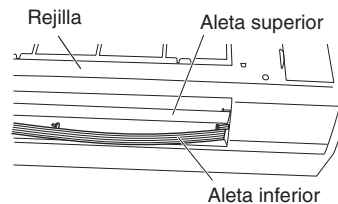

Fig. 3-14
- (5) Quite la aleta inferior desbloqueando los cuatro pasadores de la aleta inferior en orden. (Figs. 3-14 y 3-15) (La aleta es tan flexible que puede quitarse fácilmente.)